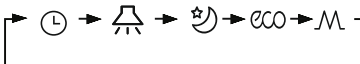

Abb. 06.11
- Drücken Sie die Taste **F** (Funktion), um in die Funktionseinstellung zu wechseln. Im Display der Kabel-Fernbedienung erscheinen die Funktionsanzeigen im folgenden Zyklus: **L** (Timer), **🔔** (Display), **☾** (leiser Lauf), **eco** (Energieeinsparung) a **M** (Hilfsheizkörper, reserviert). Drücken Sie die Taste **F** (Funktion) so oft, bis die gewünschte Funktion ausgewählt wird. Die Leuchtanzeige der ausgewählten Funktion blinkt. Die ausgewählten Funktionen können auch mit den Tasten **▲** und **▼** umgeschaltet werden. (Siehe Abb. 06.11.)